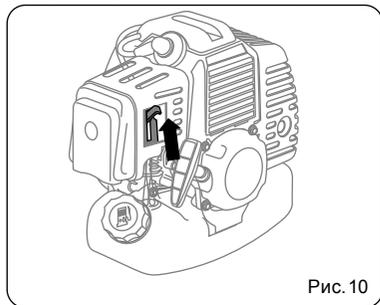

Рис. 10
- Рычаг воздушной заслонки переведите вверх, в положение **I** (Рис. 10).